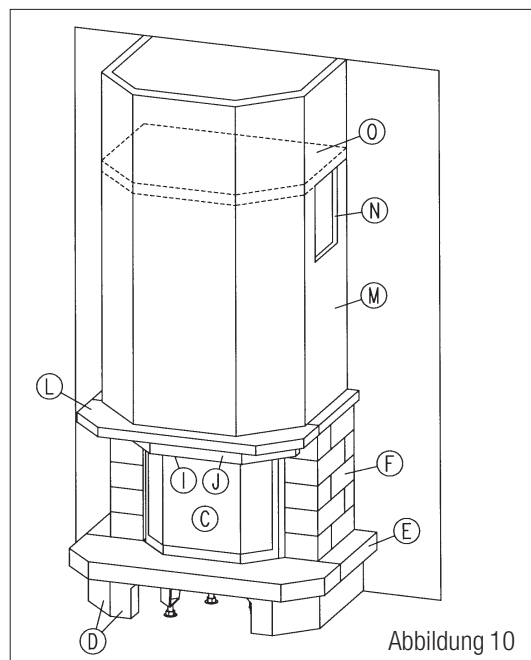

Abbildung 10
13.4 Legen Sie dann die Promasilplatten der Zwischendecke auf das Schürzenunterteil sowie auf die hinteren Dämmplatten bündig und waagrecht auf. Die Einzelteile der Zwischendecke müssen dicht miteinander verklebt sein! Auf die Zwischendecke setzen Sie die Schürze weiter bis zur Zimmerdecke (**Abb. 10**).